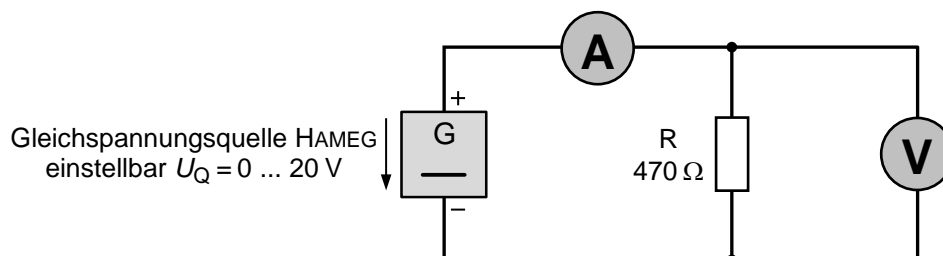

Bild 1-5: Aufzubauender Stromkreis mit Widerstand und zwei Multimetern
- a) Im Gegensatz zu dem Stromkreis aus Bild 1-5 verwenden wir in diesem Experiment eine Lampe als Verbraucher. Zunächst untersuchen wir nur das Lämpchen (20 V / 1 W):